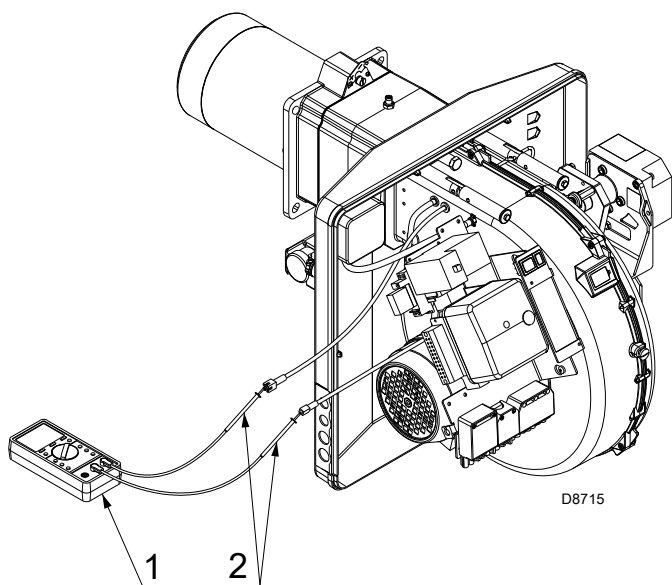

图 35
但是，要测量离子电流时，需断开连接离子探针电缆的插头 - 插座 (2) (图 35)，并串联一个基础量程为 $100\ \mu\text{A}$ 的微安计 (1) (图 35)。仔细检查电极！